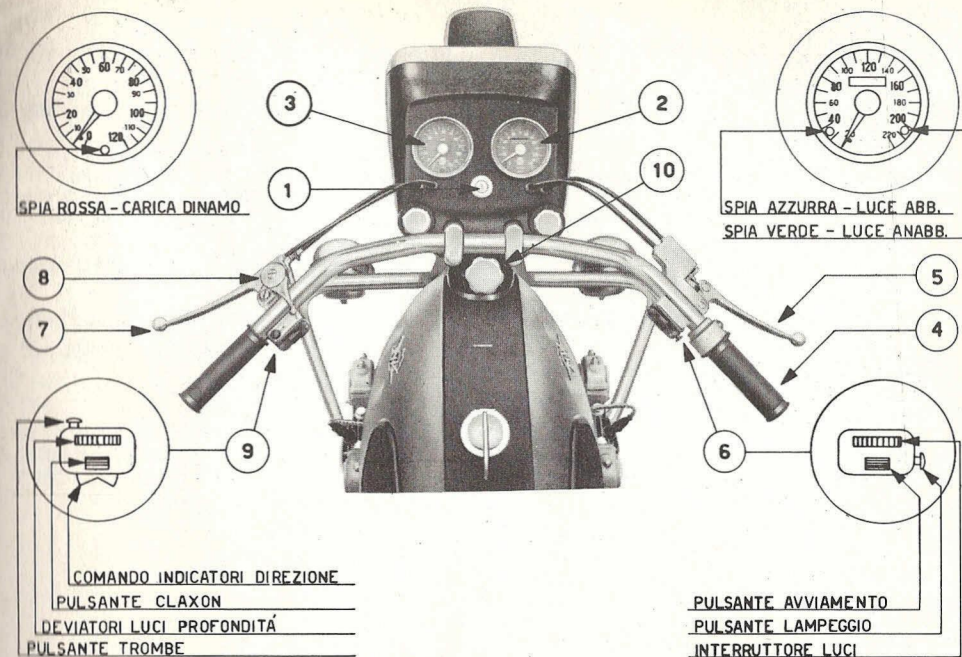
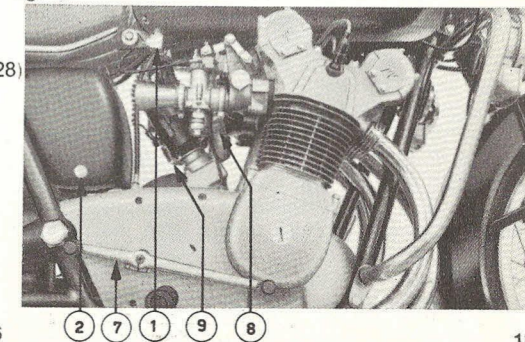

fig. 4.
fig. 6
COMANDI E APPARATI DI CONTROLLO (fig. 4)**Sul fanale:**
COMMANDES ET INSTRUMENTS DE CONTROLE (fig. 4)**Sur le phare:**
CONTROLS AND INSTRUMENTS (fig. 4)**On headlamp:**
— **Sul fianco destro del motociclo (fig. 6)**
— **Right hand side of motorcycle (fig. 6)**
- Mediante il pedale 7 fig. 6 accertarsi che il cambio sia in posizione di folle.
- Ruotare la manopola comando del carburatore 4 fig. 4 per 1/4 od 1/5 della sua rotazione totale.
- Ruotare la leva del dispositivo di avviamento 8 fig. 4.
- Introdurre la chiave nel commutatore 1 fig. 4 e ruotarla verso destra fino al primo scatto.
- Premere quindi il pulsante d'avviamento sul dispositivo 6 fig. 4.
- Avec le sélecteur 7 fig. 6 s'assurer que le boîtier soit au point mort.
- Tourner la poignée de commande des gaz 4 fig. 4 pour 1/4 ou 1/5 de sa course.
- Tourner le levier du starter 8 fig. 4.
- Introduire la clef dans le commutateur 1 fig. 4 et la tourner vers droite jusqu'au premier déclic.
- Pousser sur le bouton du démarreur 6 fig. 4.
- By means of foot gear change lever (7) fig. 6 make sure that gearbox is in neutral position.
- Rotate throttle control grip (4) fig. 4 1/4 to 1/5 of its total travel.
- Rotate air control lever (8) fig. 4.
- Introduce ignition key in commutator (1) fig. 4 and rotate clockwise to the first step.
- depress start button on control box (6) fig. 4.
A motore avviato riportare gradualmente la leva del dispositivo di avviamento 8 fig. 4 in posizione di riposo. Evitare inoltre di accelerare subito, specie se a motore freddo, onde dar tempo all'olio di entrare completamente in circolazione.
Eseguire le stesse operazioni sopra indicate. Non è necessario ruotare la leva del dispositivo di avviamento 8 fig. 4.
A motore molto caldo può essere necessario ruotare completamente la manopola comando carburante 4 fig. 4 abbandonandola gradualmente non appena il motore si avvia.
Aussitôt que le moteur a démarré reporter graduellement la manette du starter 8 fig. 4 dans la position initiale. Eviter, surtout si le moteur est froid, de donner tout de suite du gaz, car il faut donner à l'huile le temps d'entrer en circulation.
Exécuter les mêmes opérations que dans le cas précédent. Il n'est toutefois pas nécessaire de tourner la manette du starter 8 fig. 4.
Si le moteur est très chaud il se peut qu'il soit nécessaire de tourner à fond la poignée des gaz 4 fig. 4 la laissant retourner graduellement au point de départ, dès que le moteur a démarré.
air control lever (8) fig. 4 to its previous position. When engine is cold, to allow for oil circulation, avoid operation on large throttle openings.
Repeat starting procedure described above. It is not necessary to rotate the air control lever (8) fig. 4 when the engine is hot, although it may be necessary to completely open the carburetor throttle (4) fig. 4 releasing it by increments as soon as the engine is running.
- Con il motore al minimo tirare a fondo la leva della frizione 7 fig. 4 e innestare la prima velocità spingendo in basso la parte posteriore del pedale cambio 7 fig. 6.
- Avec moteur au minimum serrer à fond le levier de l'embrayage 7 fig. 4 et engager la première vitesse en poussant sur la partie arrière du sélecteur 7 fig. 6.